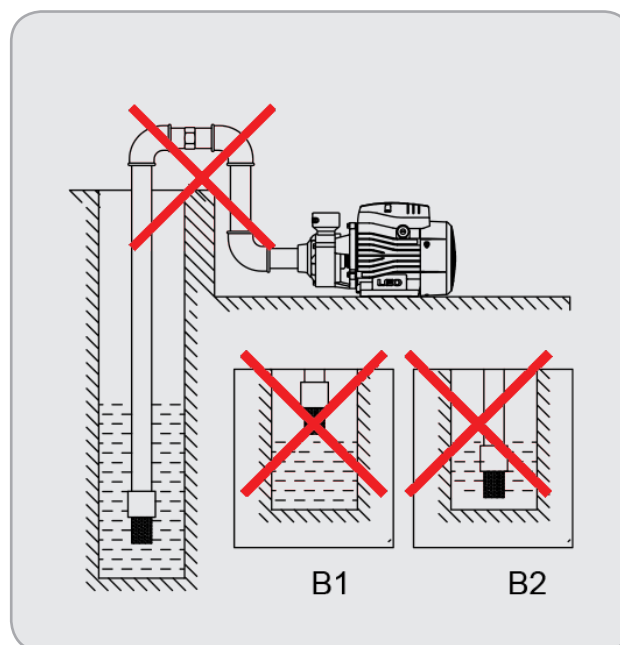

Fig.10
• **Încorectă** - vezi Fig.10.
Sorbul de admisie (1) trebuie amplasat vertical și la 30 cm de fundul apei pentru a evita aspirarea de impurități, nisipuri sau pietre (Fig.10 B2).
Dacă hidroforul preia apa din puțuri sau bazine, trebuie să controlați scăderea nivelului apei în timpul funcționării. Dacă sorbul de admisie ajunge deasupra suprafeței apei (Fig.10 B1), hidroforul va funcționa în gol și trebuie oprit.